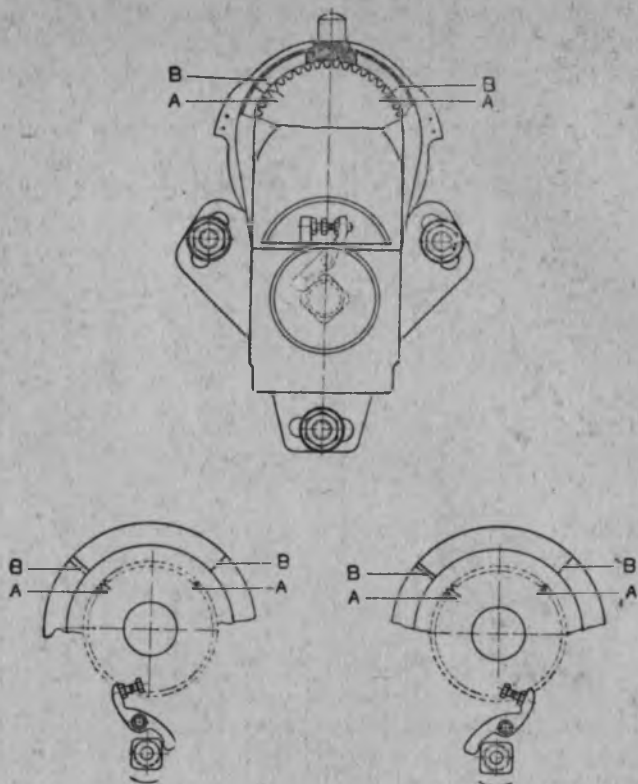

Рис. 29. Схема установки зажигания:
(рис. 29)
3. Сними секторы распределителя магнето и вращай его валик, до тех пор пока риски на зубе большой шестерни распределителя не будут приблизительно противоположны соответствующим рискам на внутренней стороне передней крышки магнето (рис. 29).